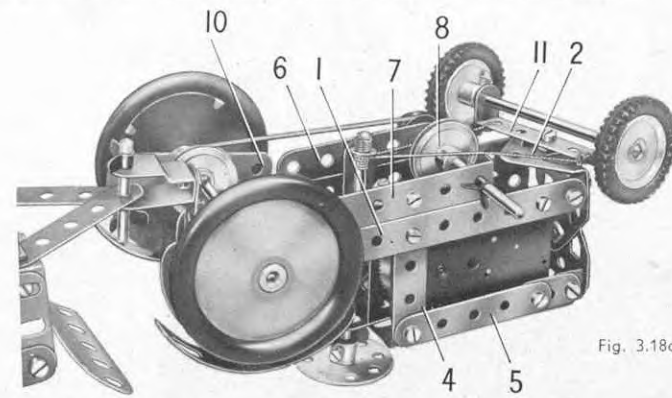

Fig. 3.18a
Chaque côté du châssis du tracteur est constitué par une bande de 11 trous (1). Ces bandes sont réunies à l'avant par une embase triangulée coudée (2) vissée sur des équerres, et à l'arrière par une bande de 5 trous (3), également fixée sur des équerres. Deux embases triangulées plates, boulonnées ensemble, sont fixées sur le rebord de l'embase triangulée coudée (2). Une bande de 5 trous (4) est fixée sur chacune des bandes (1). Les extrémités supérieures des bandes (4) sont réunies à des bandes de 5 trous (5) prolongées par des supports plats. Les bandes (5) sont reliées au radiateur par des équerres. Un moteur *Magic* est boulonné directement sur l'une des bandes (fig. 3.18a). Le dessus du capot est constitué par deux plaques flexibles de 6x4 cm. fixées sur des équerres boulonnées aux bandes (4). Une bande de 5 trous (6) et une bande coudée de 60x12 mm. (7) sont boulonnées aux extrémités inférieures des bandes (4) ; elles soutiennent une tringle de 9 cm. qui est munie d'une poulie de 25 mm. (8) reliée par une courroie de transmission à la poulie du moteur ; la tringle porte également une poulie de 12 mm. (9) qui entraîne une poulie de 25 mm. montée sur l'essieu arrière. La poulie de 12 mm. est fournie avec le moteur *Magic*. L'essieu arrière est une tringle de 10 cm. qui passe dans des plaques semi-circulaires (10) fixées aux derniers trous de la bande (3) par des équerres renversées.